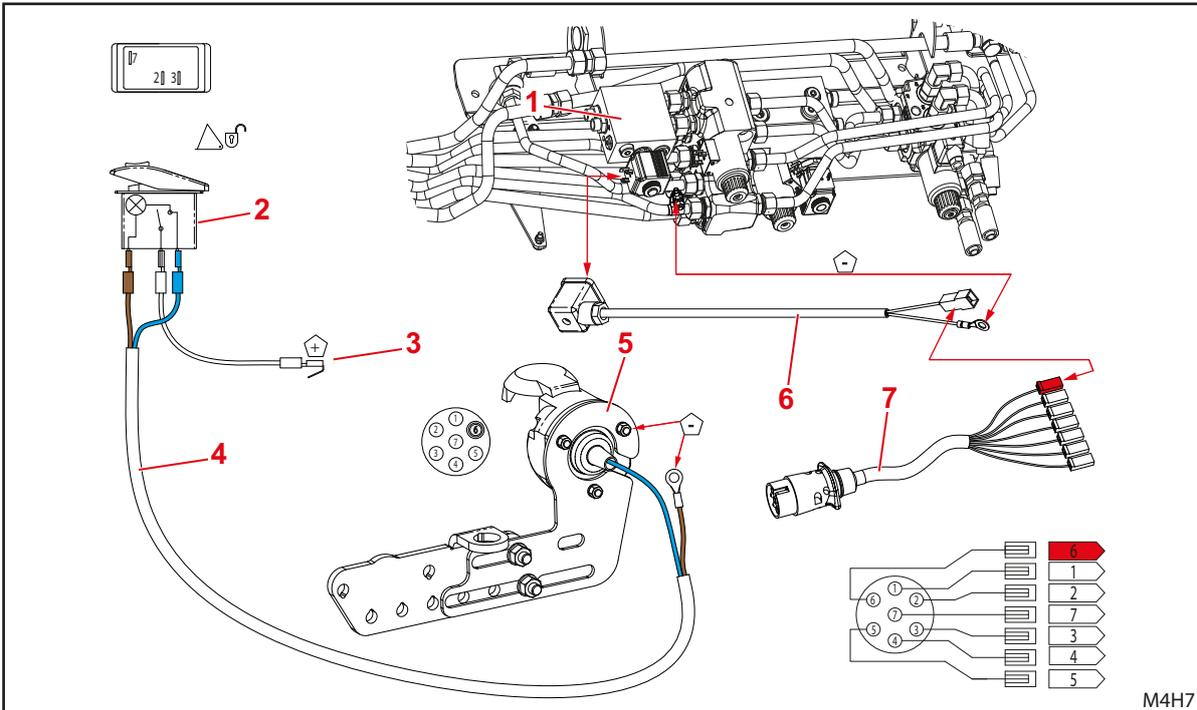

Fig. 10 Installare il bloccaggio idraulico degli attrezzi
- (1) Se non ancora presente, collegare il cavo del caricatore frontale alla presa (vedere 4.1 *Collegamento del cavo caricatore frontale*).
- (2) Collegare la spina del cavo di collegamento valvola con il filo rosso del cavo caricatore frontale e allacciare la massa (polo negativo) (vedere Fig. 10).
- (3) Montare il bloccaggio idraulico degli attrezzi (vedere 4.3 *Installazione dell'impianto idraulico*).